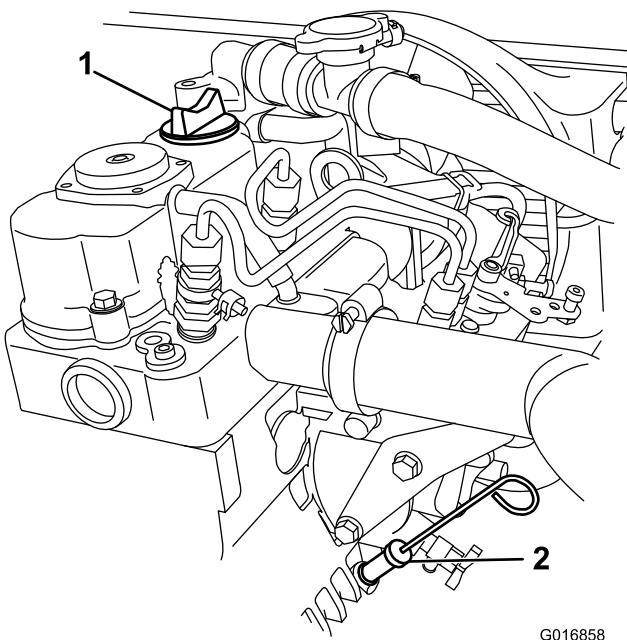

Figura 16
- Usate un panno per pulire attorno all'asta di livello dell'olio (Figura 16) in modo che la morchia non possa penetrare nel tubo dell'asta e danneggiare il motore.
- Inserite a fondo nel tubo dell'asta l'asta di livello dell'olio (Figura 16).
- Estraete l'asta e controllate l'estremità (Figura 16).
- Rimontate l'asta di livello dell'olio e inseritela a fondo (Figura 16).